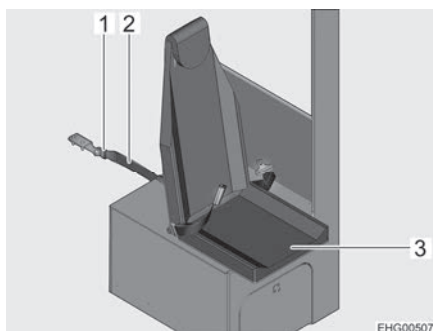

Bild 21 Säkra hopfällbar stol
- Sätt i säkerhetsremmen (Bild 21,2) i bältlåset (Bild 21,1).
- Fäll ned sittytan (Bild 21,3).